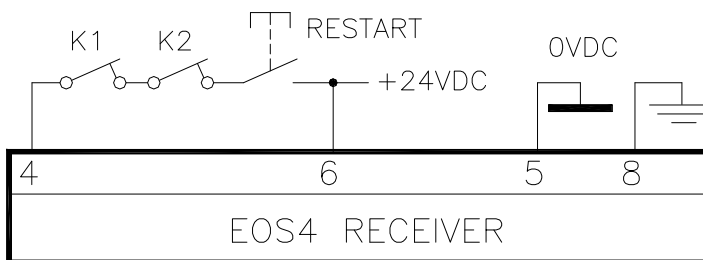

Figura 20 – Manual con control K1K2
-  En caso de funcionamiento manual, también se vuelve necesaria la presencia del botón de RESTART en serie con los contactos N.C. (retroalimentación) de los contactores externos K1/K2 (Figura 20).